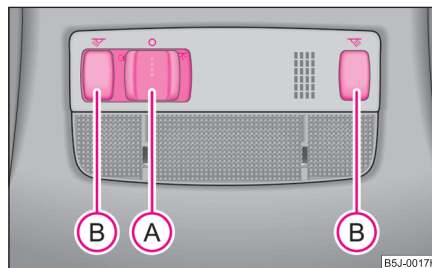

Fig. 37 Plafonul: Iluminarea interioară față
- Apăsați comutatorul  spre dreapta în poziția  ⇒ fig. 37.
- Apăsați întrerupătorul  ⇒ fig. 37, pentru a aprinde sau stinge lumina de citit din dreapta, respectiv din stânga.